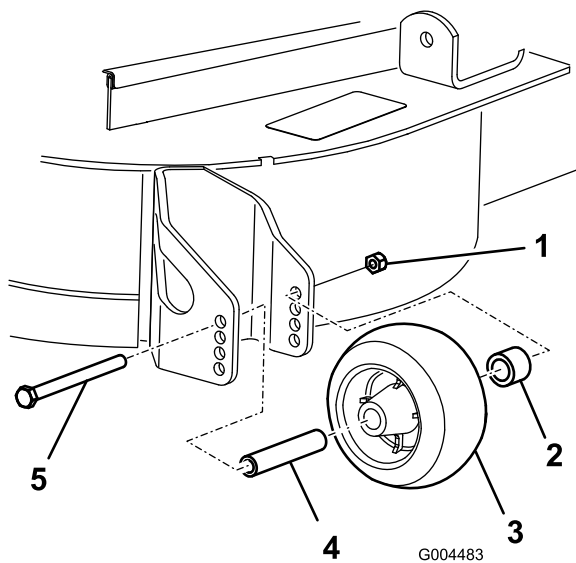

図 26
- 刈高を変更後、ローラのフランジ・ナット、ブッシュ、スペーサ、ボルトを外して（図 26）、ローラの高さ調整を行う。
5. フランジ・ナット、ブッシュ、スペーサ、ボルトを取り付ける。ボルトを54-61 N・m (5.6~6.2 kg・m) にトルク締めする(図 26)。